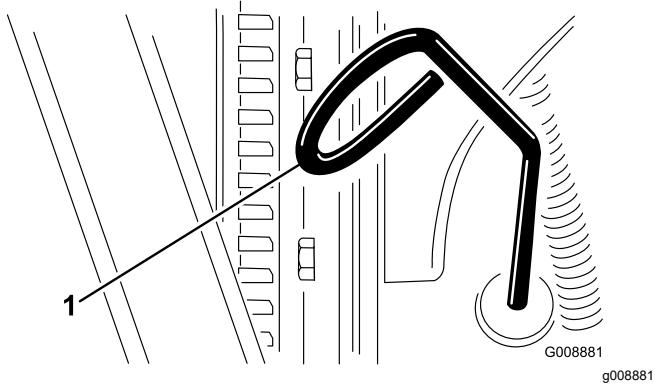

Figura 52
- Retire a vareta (Figura 52) e limpe-a com um pano limpo.